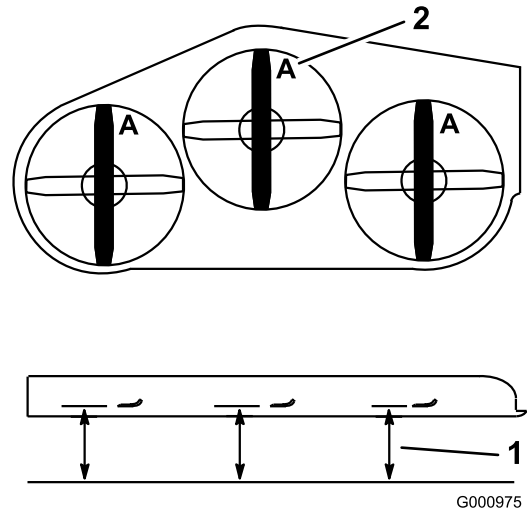

図 80
3. ブレードが前後方向を指すように回転させる (図 80)。Aの位置で (図 80)、平らな床面からブレードの刃先までの高さを測る。測定値を記録する。